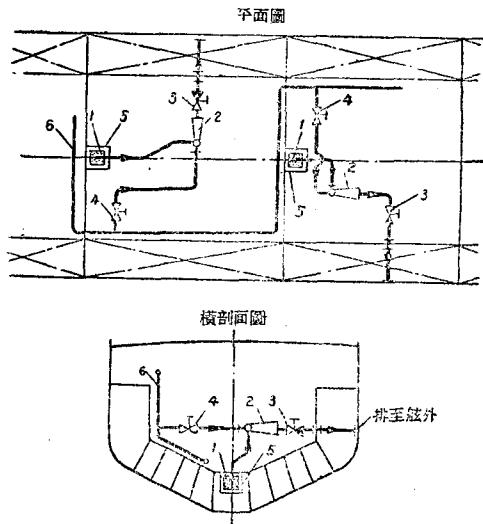

图 6 按独立原則布置的疏水工具为噴射泵仓底疏水系統图
1) 独立原則 采用于有好几个机仓、鍋爐仓和其他船仓的船舶上，且各仓必須保持它的独立性，如图 5 所示。它的优点是：可保証系統个别段区工作的独立性；对系統操縱方便；可免除管子穿过水密隔仓；系統設備安装简化；管子节省等等。这原则还可应用于鍛鍊仓，前尖仓和后尖仓、运油船的干貨仓仓底等。疏水工具为噴射泵；工作工質为具有压力的水，这水的压力一般为 7~8 公斤/公分² 或更高，如图 6 所示。在鍛鍊仓和前后尖仓还可采用手动泵，但須在吸入管上裝置脚閥（俗名福特凡而），手动泵裝置在甲冑上。